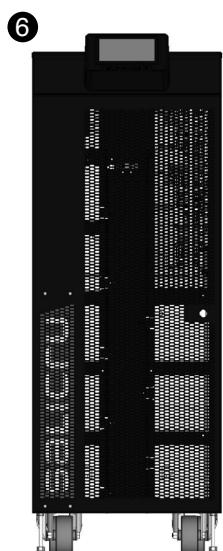

Fig. 27. Exemple d'un équipement déballé.
- 6 Équipement déballé à son emplacement définitif (Fig. 27).